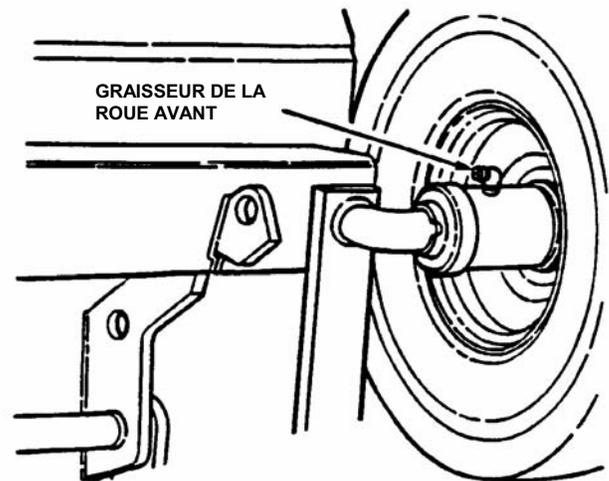

FIGURE 3.7
1. Graissez les roulements des roues avant en donnant cinq coups de pompe à graisse. Utilisez une graisse standard. Voir la figure 3.7.